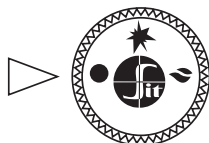

Рис. 8.
- 7.2. В исходном (выключенном) положении ручка управления находится в положении «точка» (рис. 8). Пилотная и основные горелки погашены (подача газа к ним заблокирована).